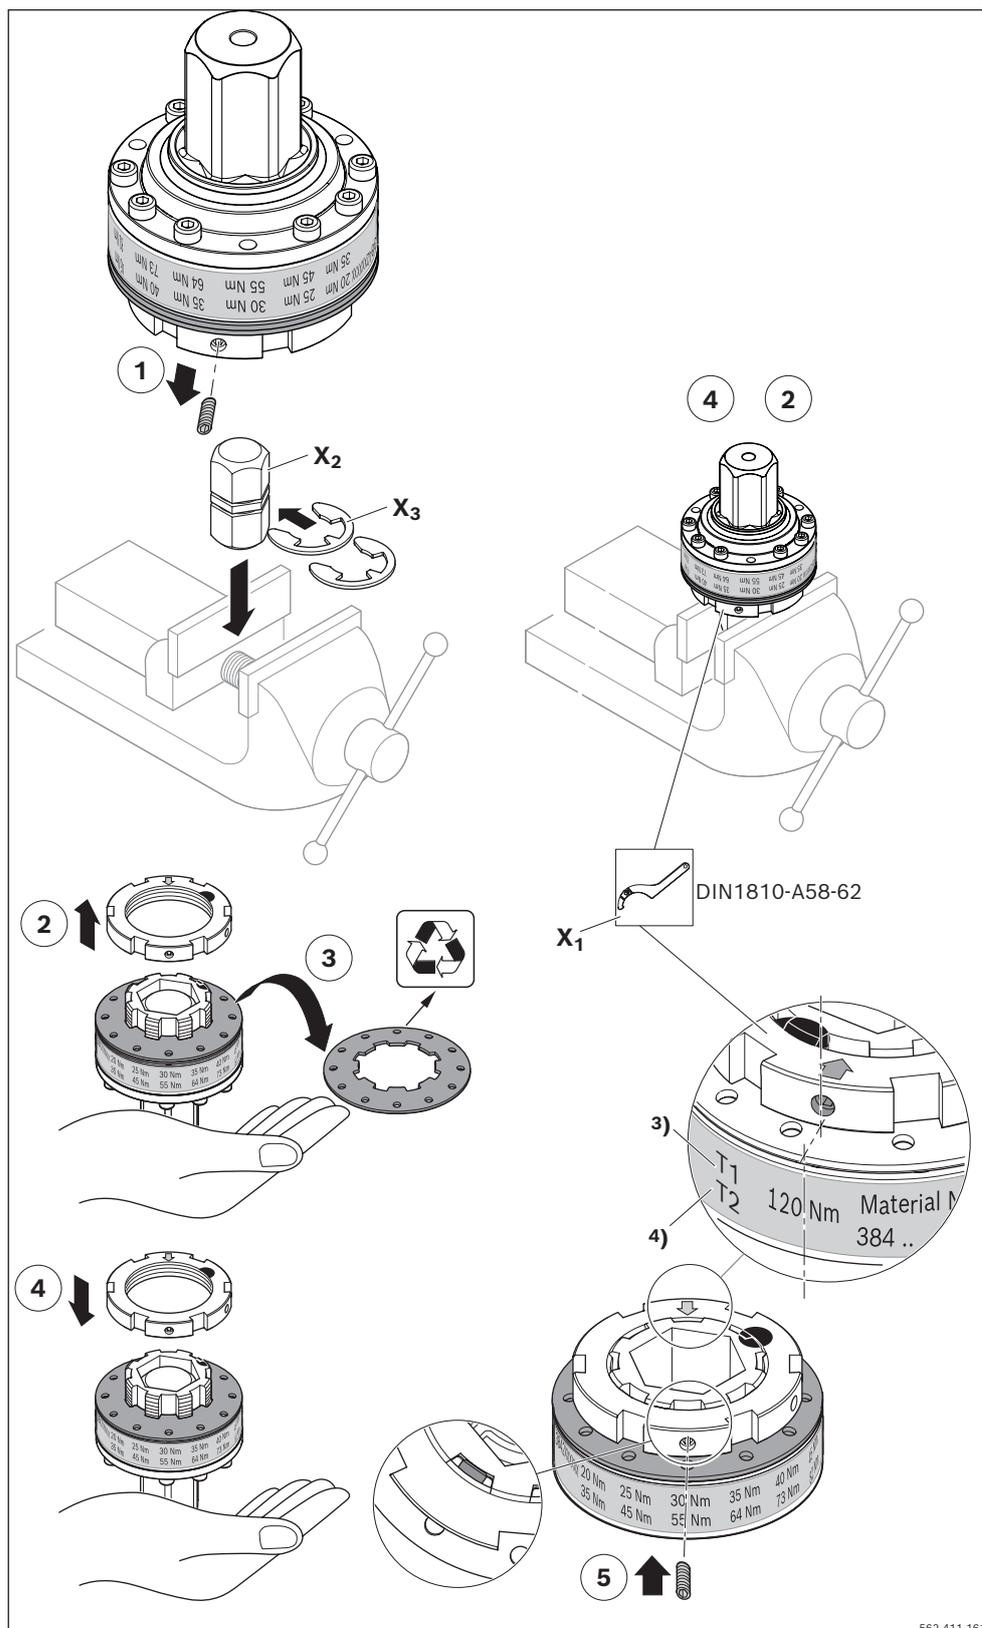

Fig. 181: Trasformazione del giunto di sicurezza
- ▶ Osservare i valori di tensione elettrica indicati sulla targhetta del motore (vedere Fig. 181 a pagina 190).